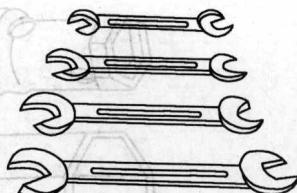

图 1-1 呆扳手
(1) 呆扳手(见图1-1)。呆扳手按形状有双头扳手和单头扳手之分。其作用是紧固、拆卸一般标准规格的螺母和螺栓。使用这种扳手时，可以直接插入或套入，比较方便。扳手的开口方向与其中间柄部错开一个角度，通常有 15° 、 45° 、 90° 等，以便在受限制的部位中扳动方便。